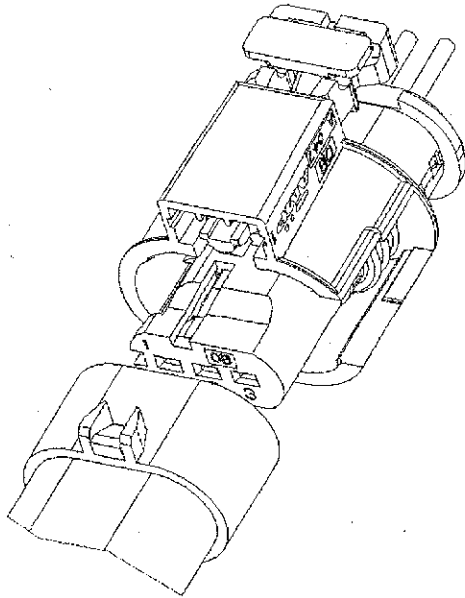

Fig. 4a
*Accoppiare il connettore con la sua controparte assicurandosi dell'avvenuto aggancio ; ora chiudere il dispositivo di corretto accoppiamento (CPA), spingendolo fino alla fine della corsa, in modo da portarlo in posizione chiusa, come indicato dalla figure 4a e 4b.